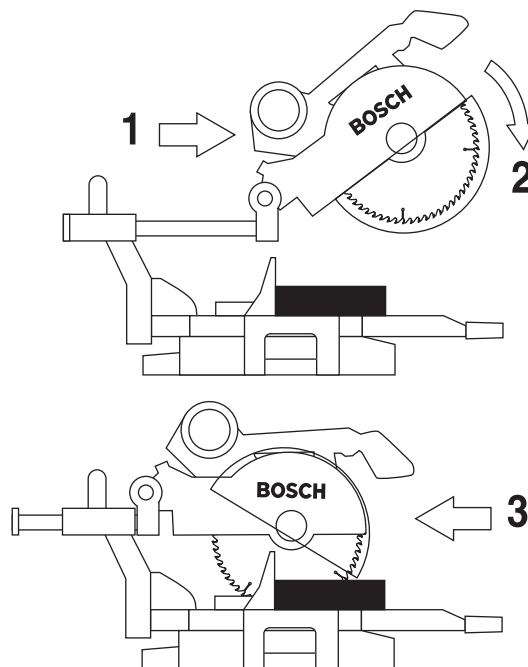

Figura 27. Corte deslizante
3. Agarre el mango con interruptor y tire del ensamblaje del cabezal alejándolo del tope-guía hasta que la hoja no toque la pieza de trabajo o hasta su extensión máxima si la hoja no puede dejar de tocar la pieza de trabajo (Figura 27).